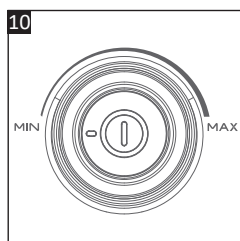

Fig. 10
- Gire el mando de control de velocidad (13) para ajustar la potencia de succión de acuerdo con el tipo de superficie a limpiar (Fig. 10).